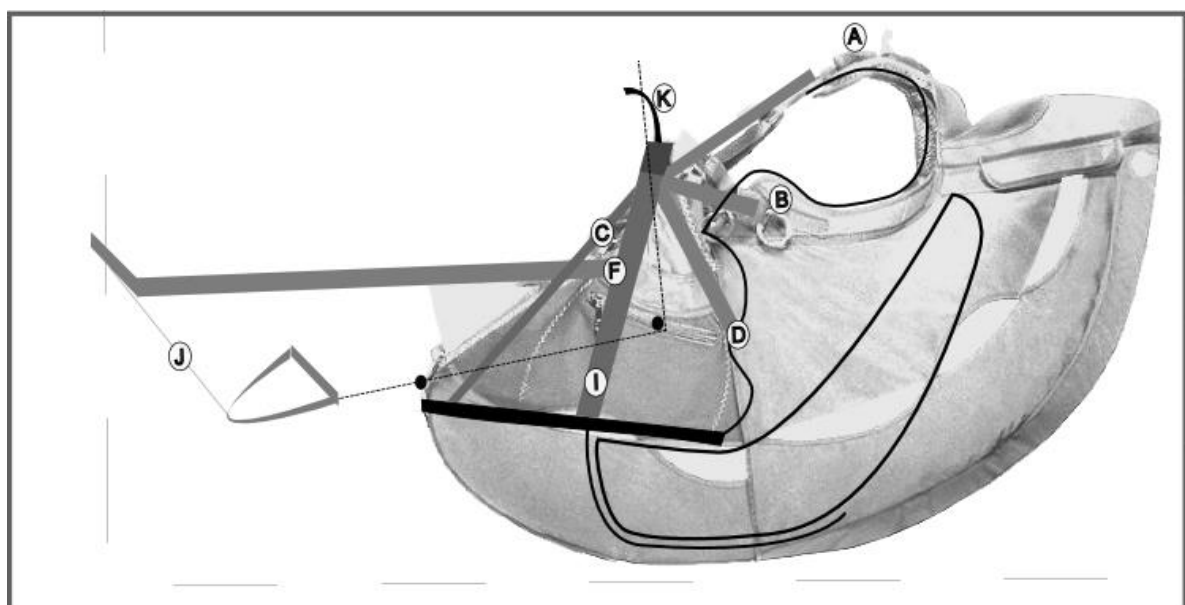

fig 1
Au décollage, vous pourrez fixer le deuxième barreau dans la mâchoire en velcro qui se trouve à l'avant de la poche secours ; votre accélérateur sera légèrement relevé et vous évitera d'être gêné si il est relié au cale pied par un petit élastique livré avec votre sellette. (fig. 1)
Sur les sellettes **Kortel Design**, une petite sangle 20 mm (K) fixée à côté du maillon (figure 1) permet de laisser à demeure la boucle mâle du Kockpit.
Les poches ballast se fixent de la même manière que les Kockpits : soit directement en ceinturant le maillon principal de la voile, soit en utilisant la sangle 20 mm (K) fixée à côté du maillon (fig.1)